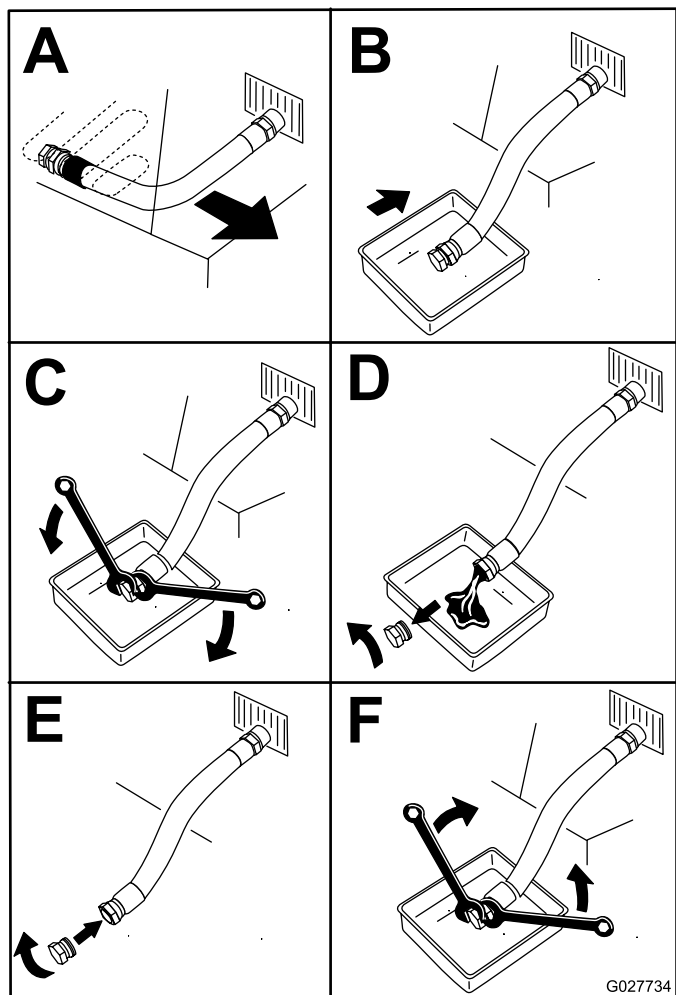

Figura 66
5. Drene el aceite del motor (Figura 66).